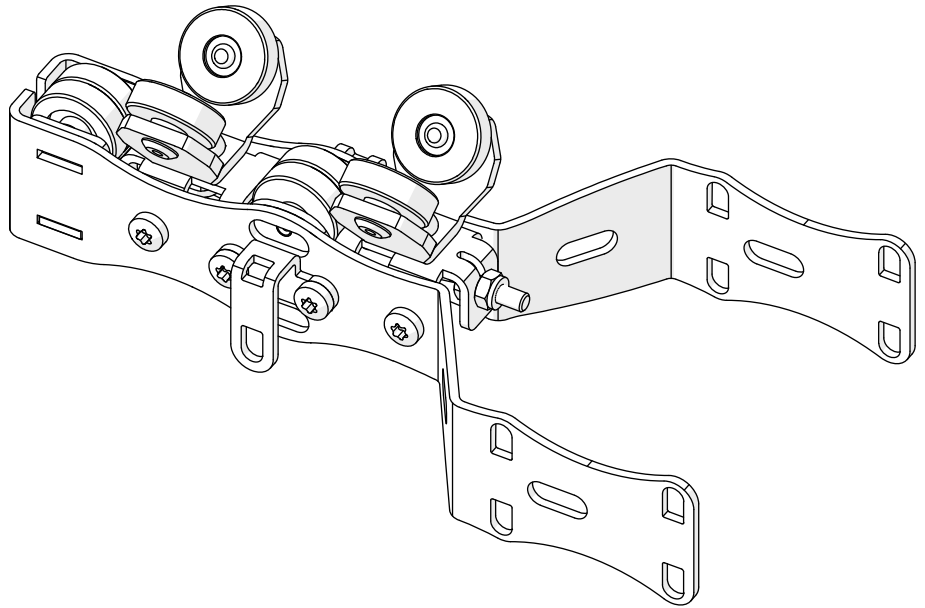

Abb. 51: Abgeschlossener Umbau zu OFFICE Zugwagen mit Überzugbügel beidseitig
- ü Der Zugwagen ist fertig montiert (siehe Abb. 51). Die Magnetplatte bzw. Magnetgegenplatte wird nach dem Aufhängen der Außenlagen befestigt (siehe auch *Kapitel 5.6.2 Außenlagen an OFFICE-Zugwagen* [► S. 69]).